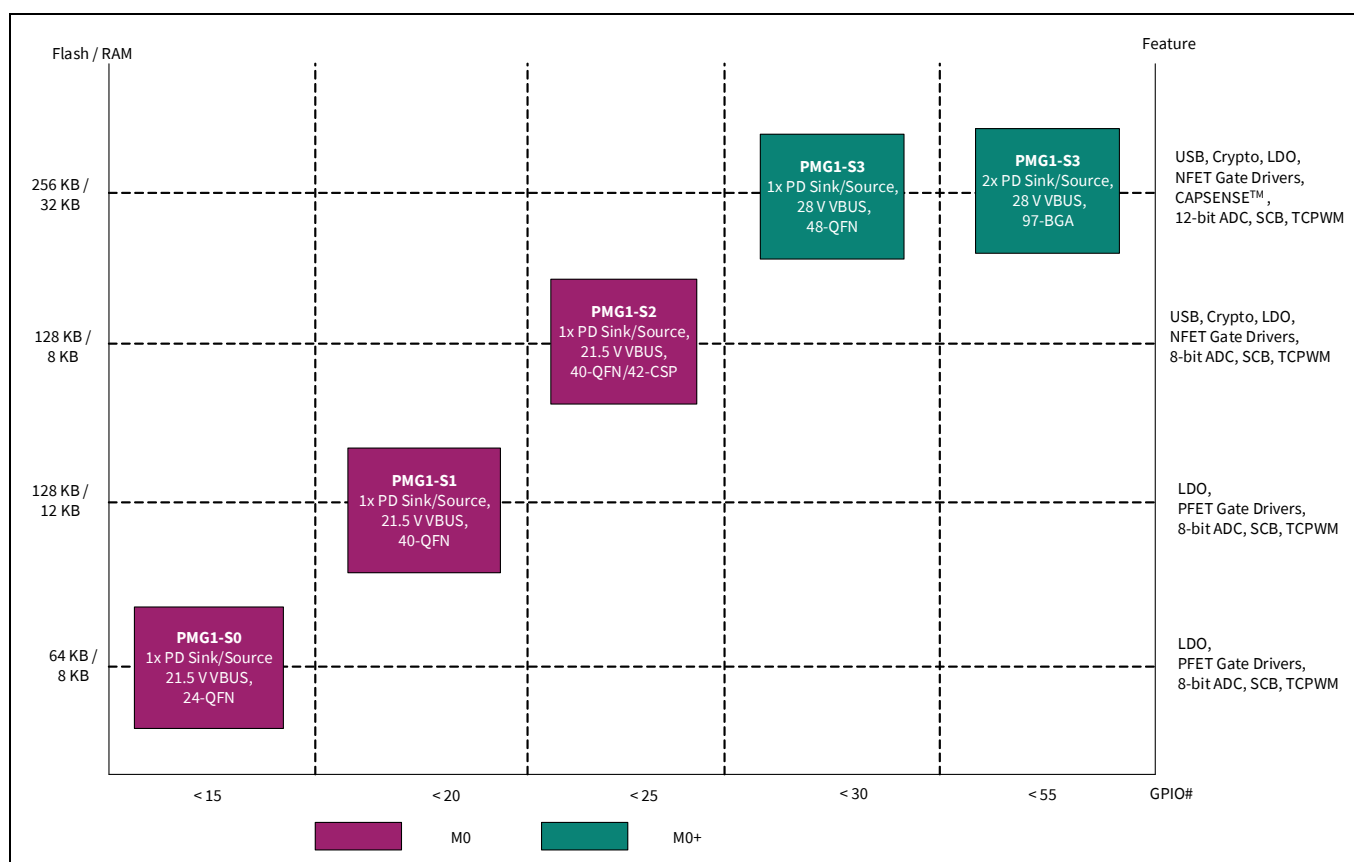

Figure 1 PMG1 ファミリー セグメンテーション
EZ-PD™ PMG1 (第1世代のパワーデリバリーマイクロコントローラー) は、高電圧の USB-C パワーデリバリー (PD) マイクロコントローラー (MCU) です。これらのチップには、Arm® Cortex®-M0/M0+ CPU、USB-C PD コントローラー、およびアナログとデジタル パリフェラルが搭載されます。EZ-PD™ PMG1 は、高電圧 USB-C PD ポートとの間で電力を供給 / 消費し、マイクロコントローラーを活用して追加の制御機能を提供する組み込みシステムを対象とします。**Figure 1** に、EZ-PD™ PMG1 ファミリのセグメンテーションを示します。